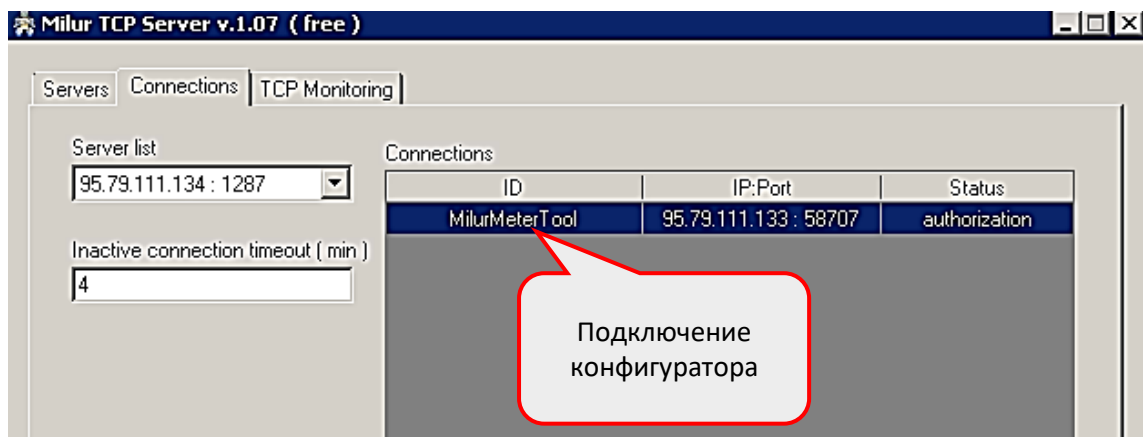
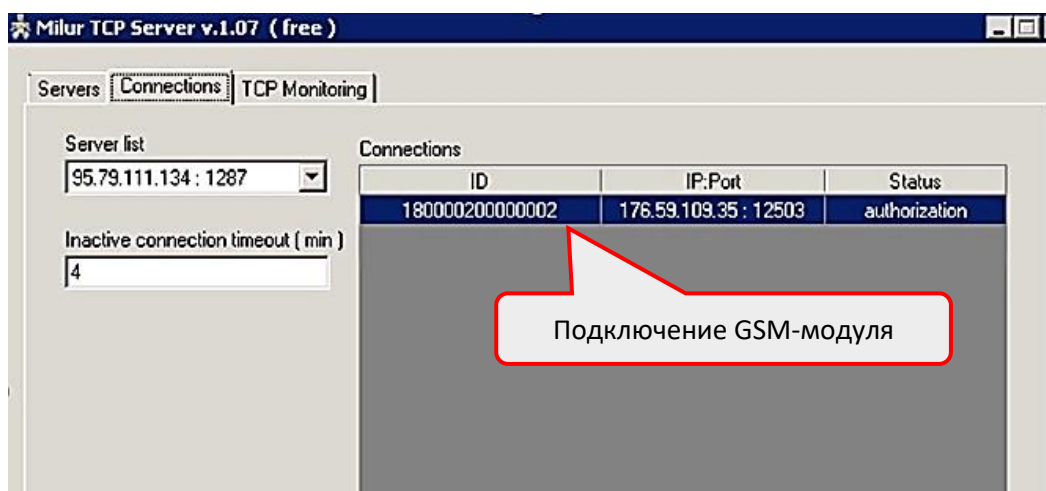

Рисунок 33 – Отображение Конфигуратора счетчиков Милур, подключенного к тестовому TCP-серверу, в Milur TCP Server
Рисунок 34 – Отображение подключения GSM-модуля счетчика к порту TCP-сервера в Milur TCP Server
- в приложении «Milur TCP Server» отобразится подключение Конфигуратора счетчиков Милур MilurMeterTool (рисунок 33) и подключение GSM-модема счетчика с его серийным номером (рисунок 34);